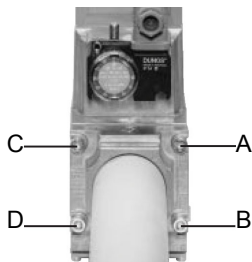
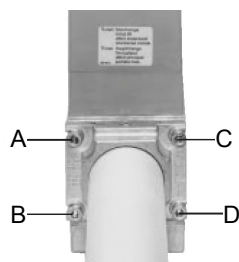

Рис. 10
Рис. 11
1. Расслабить винты А и В, но **не снимать** их (Рис. 10 и Рис. 11)
2. Отвинтить винты С и D (Рис. 10 и Рис. 11)